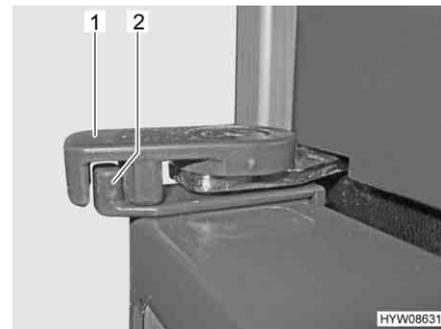

Fig. 66 Bloqueo de la puerta del frigorífico en posición de ventilación
- Girar el dispositivo de bloqueo (Fig. 66,1) hacia el centro del frigorífico. En esto, el rebaje exterior del bloqueo tiene que hacerse pasar sobre la saliente de bloqueo (Fig. 66,2). De este modo, la puerta del frigorífico quedará ligeramente abierta.